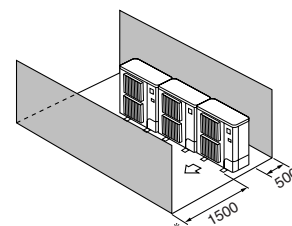

Fig. 2-11
- ④ Εμπόδια στην μπροστινή και την πίσω πλευρά μόνο (Fig. 2-11)